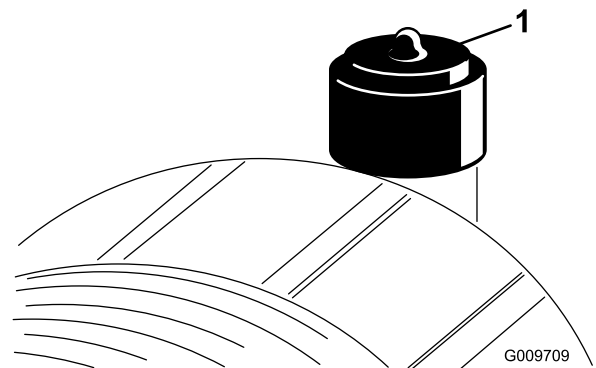

Figura 46
Faça a manutenção ao filtro de ar apenas quando o indicador de manutenção o exigir (Figura 46). Mudar o filtro de ar antes de ser necessário apenas aumenta a possibilidade de entrar sujeira no motor quando retira o filtro.
2. Reinicie o indicador (Figura 46) se este se apresentar vermelho.